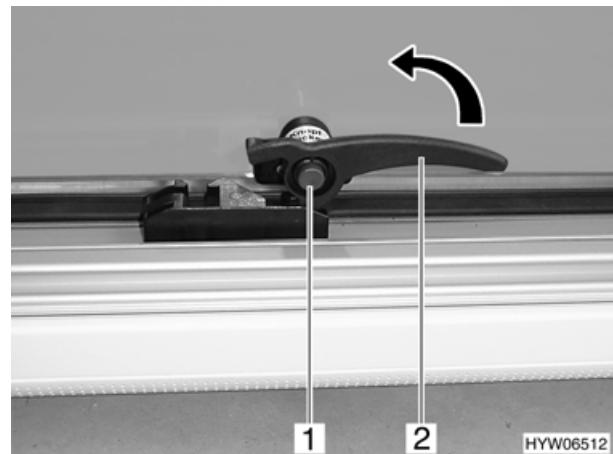

Fig. 33 Finestra apribile, maniglia chiusa
- ▷ Ogni volta che si azionano le maniglie bisogna tenere premuto il bottone rosso di sicurezza (Fig. 33,1).
- Premere il bottone di sicurezza (Fig. 33,1).
- Girare in posizione verticale la maniglia (Fig. 33,2) della finestra.
- posizione completamente chiusa (Fig. 33).